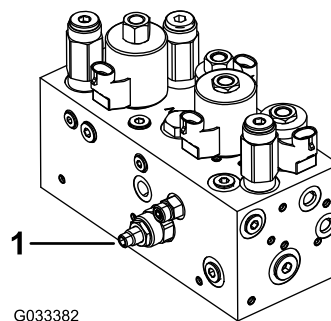

Figura 50
El circuito de elevación/bajada de la unidad de corte está equipado con una válvula de control de flujo (Figura 50). Esta válvula viene ajustada de fábrica con una abertura de aproximadamente 3 vueltas, pero es posible que sea necesario ajustarla para compensar diferencias en la temperatura del fluido hidráulico, la velocidad de siega, etc.
1. Levante el asiento y localice la válvula de control de flujo del bastidor de tiro central (Figura 50), situada en el lateral del colector hidráulico.